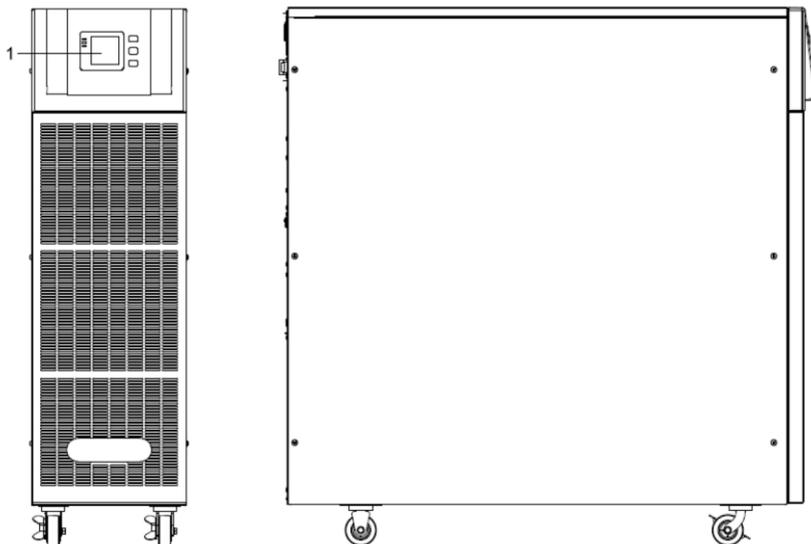
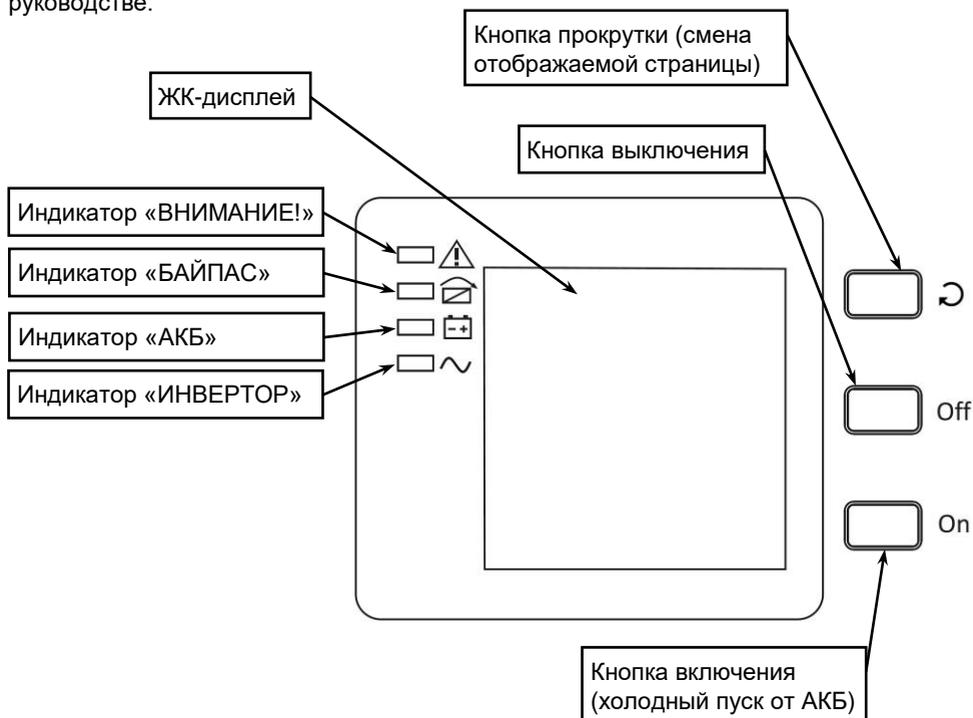

Рисунок 1 – Общий вид изделия спереди и слева, где 1 – ЖК-дисплей
Рисунок 3 – ЖК-дисплей
**Изделие выполнено** в напольном варианте корпуса типа TOWER, на передней панели которого расположены ЖК-дисплей, светодиодные индикаторы и кнопки управления (см. раздел «ОПИСАНИЕ ЖК-ДИСПЛЕЯ», рисунок 1 и рисунок 3).
**На ЖК-дисплее** отображаются значения основных параметров изделия (см. рисунок 3).